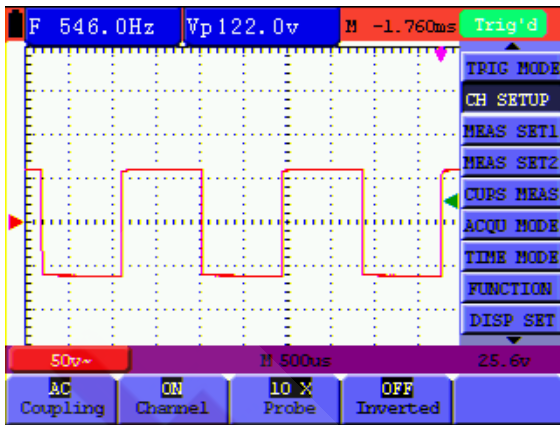

Рисунок 15. Связь по переменному току
3. Нажмите кнопку **F1**, чтобы выбрать опцию «AC». В левом нижнем углу экрана появляется значок связи по переменному току. (см. рисунок 15)